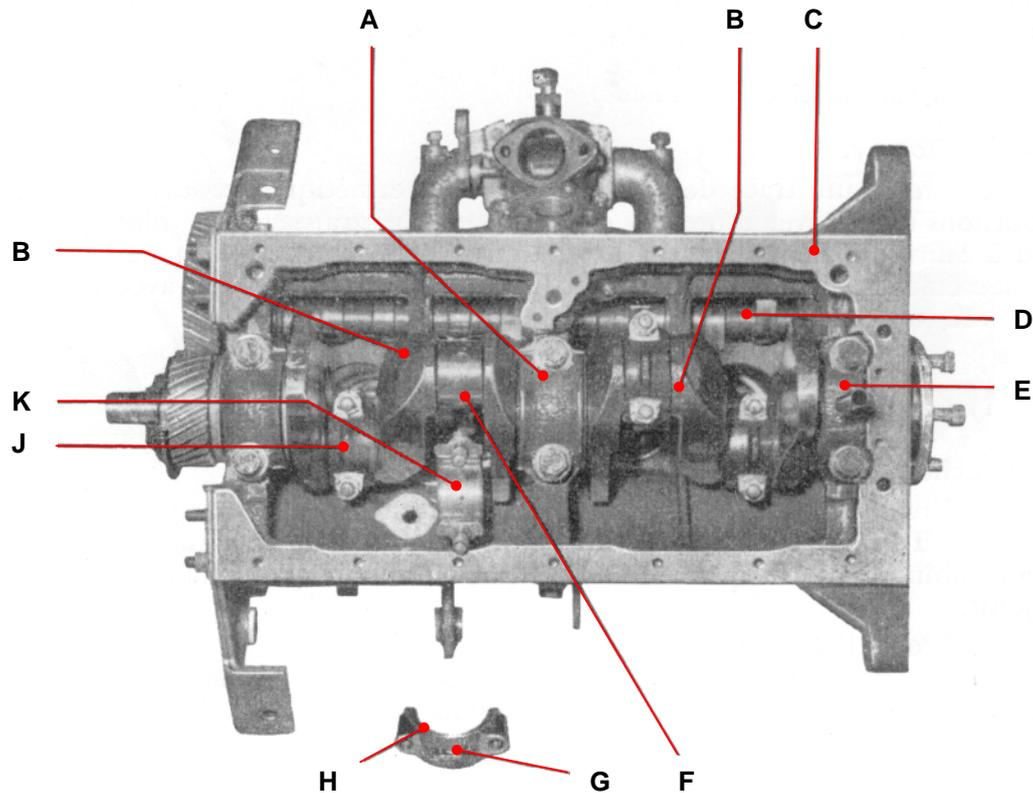

FIGURE 12. – Dépose de l'ensemble bielle piston.
K. – Dépose des ensembles pistons - bielles (fig. 12).
Enlever les deux contre-écrous, les écrous et le chapeau de bielle. Enlever toute trace de calamine du sommet des parois du cylindre. Avec le bout d'un manche de marteau frapper sur l'ensemble piston-bielle pour le faire sortir du bloc-cylindres (fig.12).